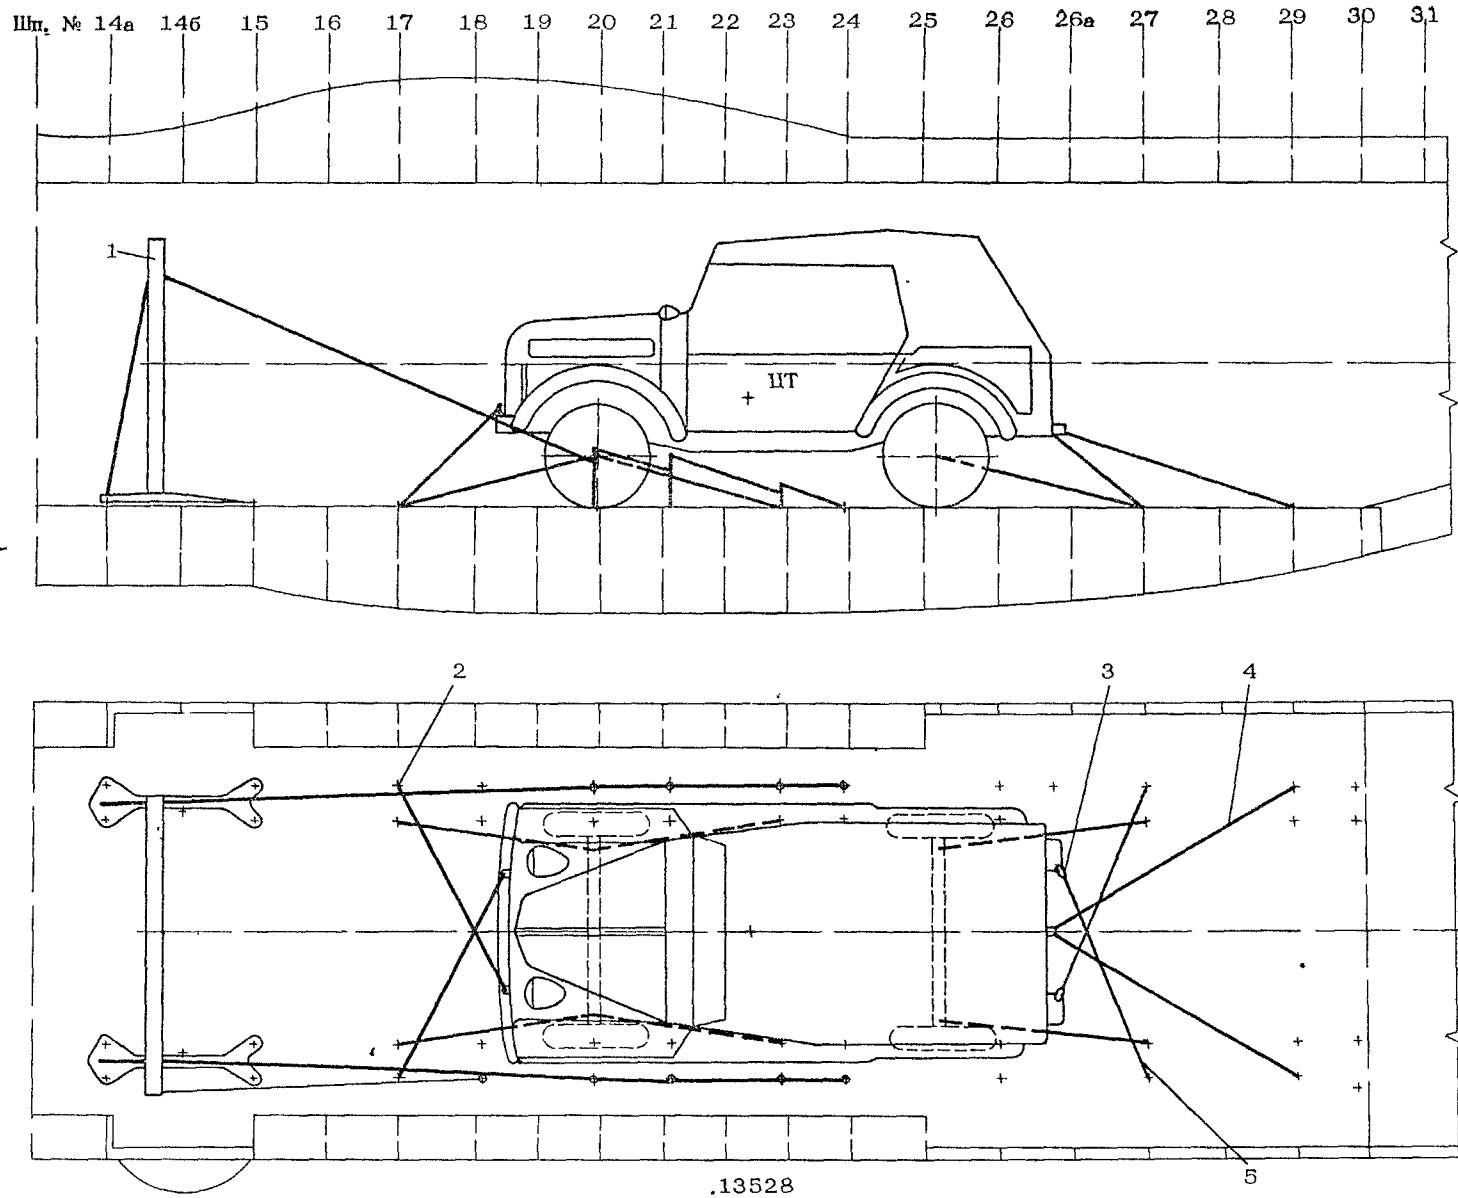

РИС. I3. СХЕМА ШВАРТОВКИ АВТОМОБИЛЯ
- подайте технику задним ходом к рампе. Самоходная техника загружается в самолет задним ходом, чтобы обеспечить быструю выгрузку. В исключительных случаях допускается погрузка передним ходом, рис. I3;